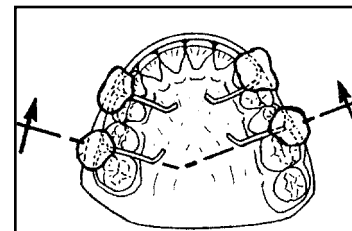

Abb. 1B
3. Drähte, etc. auf dem Modell positionieren. Mit Klebewachs bukkal und labial in den Zonen fixieren, die nicht mit Triad-Modellisolierung (Model Release Agent) bestrichen wurden (Abb. 1B).